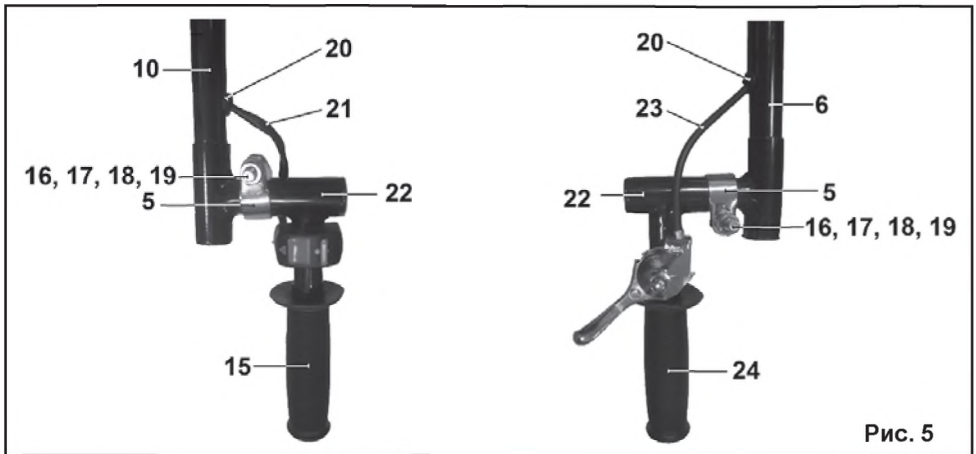

Рис. 5
7.1.2. Расположите в удобном положении ручку (15) рукоятки управления (10) и ручку (24) рукоятки управления (6), вращая вокруг оси (22), зафиксируйте положение болтами (16) с гайками (17) и шайбами (18, 19) на хомутах (5), расположенных на осях (22), с рукоятками управления (6, 10) (Рис. 5).